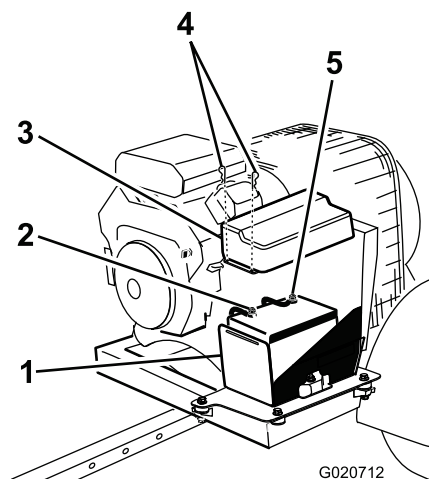

Figura 5
2. Collegate il cavo positivo (rosso) al morsetto positivo (+) (Figura 5).
3. Collegate il cavo negativo (nero) al morsetto negativo (-) della batteria (Figura 5).